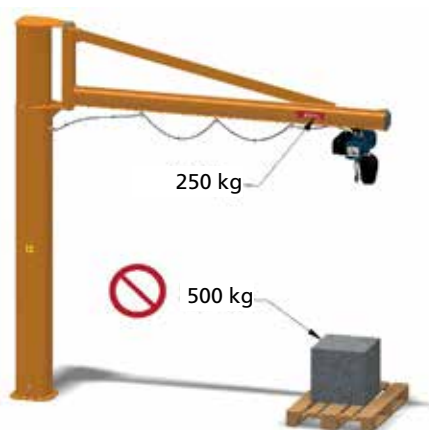

fig.74
- ▶ **MAI** sollevare carichi superiori alla portata nominale né equipaggiare la gru con paranchi di portata nominale superiore alla portata della gru stessa (fig. 74).